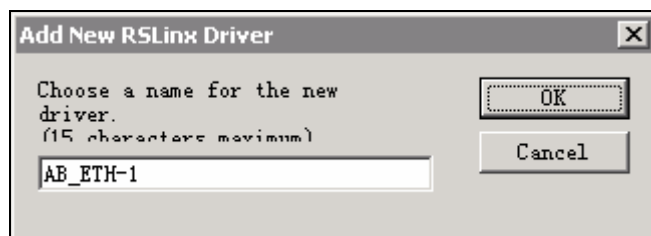

图 4-8 添加新的 RSLinx 驱动
3. 单击 Add New 按钮，将弹出如图 4-8 所示的窗口。